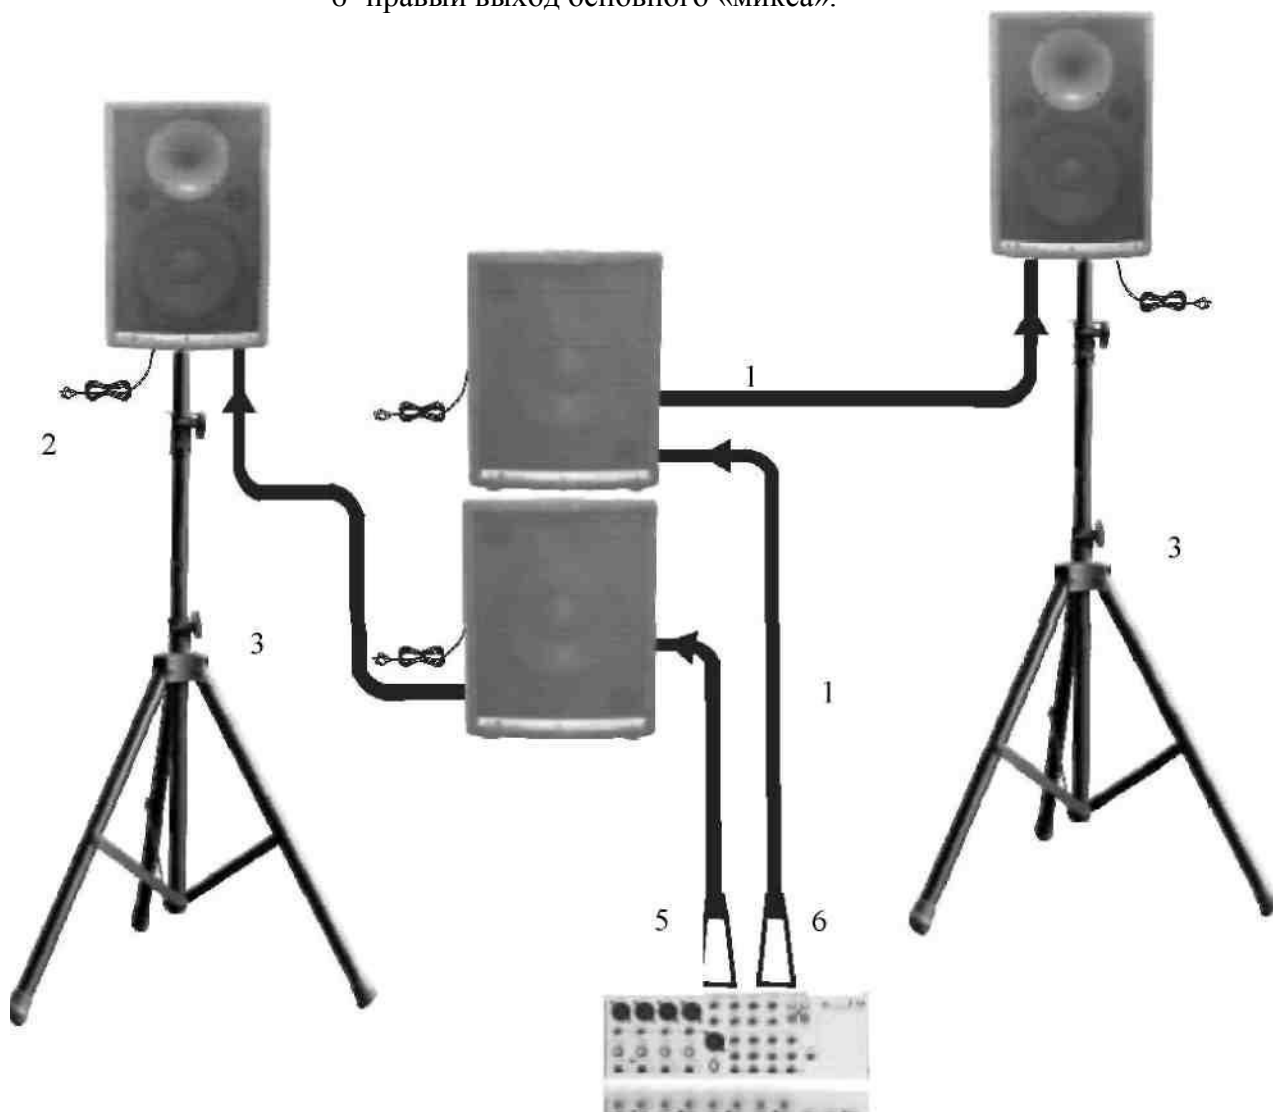

Рис.4
- 6) После пользования, сначала выключите активные колонки, а затем микшер (рис. 4).
### Пояснения к рис.4: